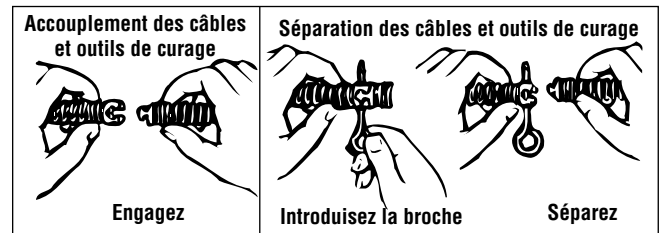

Figure 5 – Accouplement et séparation des outils de curage
6. Choisissez et montez l'outil de curage approprié en bout du câble. Les raccords de couplage en T permettent l'engagement direct des outils de curage (Figure 5). Pour retirer l'outil, utiliser la clé à broche pour comprimer le plongeur du raccord et le séparer du câble.